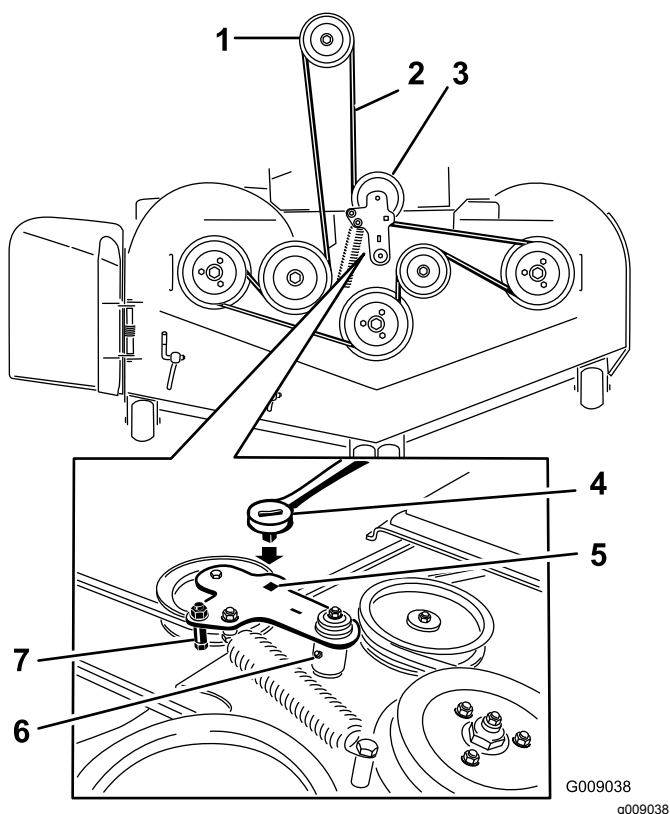

Figure 77
5. Insérez un rochet dans le trou carré du bras de la poulie de tension pour détendre le ressort de la poulie de tension (Figure 77).
7. Enlevez le guide-courroie situé sur le bras de la poulie de tension rappelé par ressort (Figure 77).
9. Acheminez la courroie neuve autour des poulies du tablier de coupe et de la poulie d'embrayage, sous le moteur (Figure 77).
- Montez le guide-courroie sur le bras de la poulie tension (Figure 77).
- Insérez le rochet dans le trou carré et montez le ressort de la poulie de tension (Figure 77).